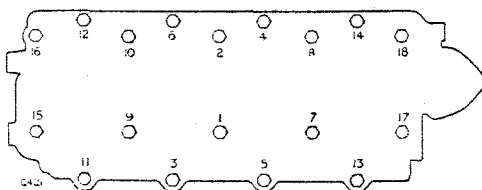

Fig. A-332—Orden a seguirse al apretar los pernos de la culata.
5. Apriétense los pernos de la culata superior siguiendo el orden señalado en Fig. A-332.